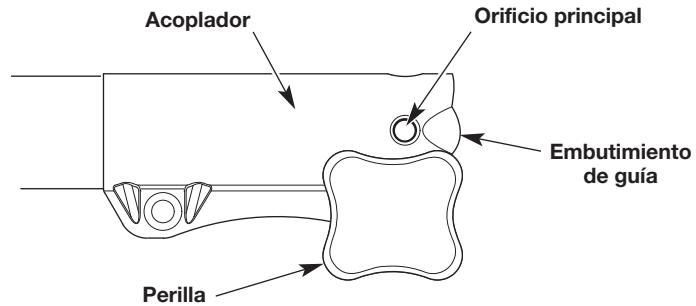
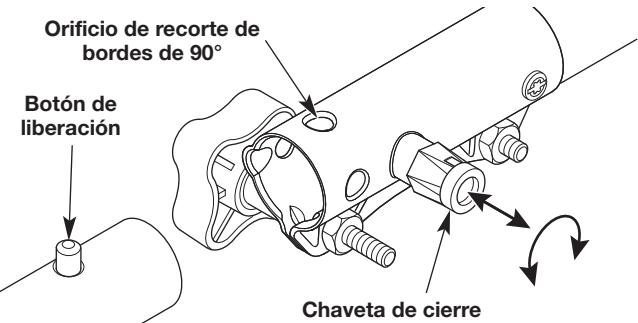

Fig. 2
Fig. 3
1. Gire la perilla en el sentido contrario a las agujas del reloj para aflojar el acoplador (Fig. 2).
2. Tire la chaveta de cierre hacia afuera y gírela 90° (Fig. 3) hacia un lado o el otro.
- a. Si el accesorio tiene un botón de liberación (Fig. 3), cálcelo a presión en el orificio principal (Fig. 2), salvo otras instrucciones para el accesorio en el manual del operador.
NOTA: La alineación del botón de liberación con el embutimiento de guía ayudará en la instalación (Fig. 2).
Para un bordeado decorativo con la mayoría de los accesorios de la recortadora de hilo, trabe el botón de liberación en el orificio de recorte de bordes de 90° (Fig. 3).
- a. Si el accesorio tiene un botón de liberación, presione y sostenga el botón (Fig. 3).
- b. Si el accesorio no tiene un botón de liberación, tire la chaveta de cierre hacia afuera y gírela 90° (Fig. 3) hacia un lado o el otro.